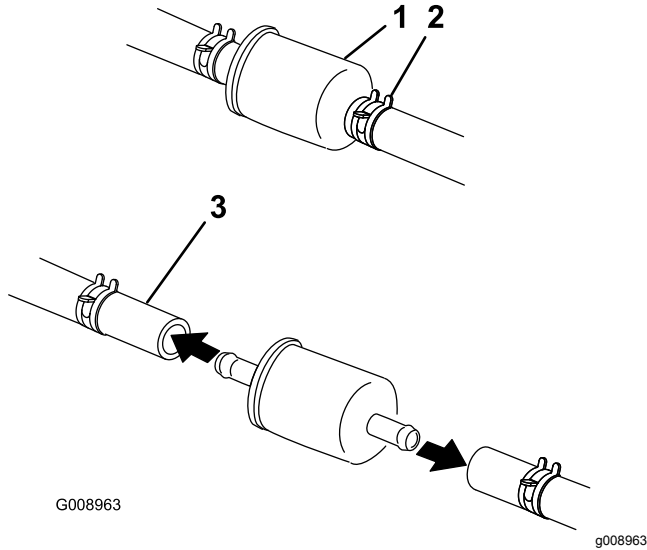

Figura 60
- Cierre la válvula de cierre de combustible, situada debajo del asiento (Figura 60).
- Apriete los extremos de las abrazaderas y deslícelas por la manguera alejándolas del filtro (Figura 60).
- Instale un filtro nuevo y acerque las abrazaderas al filtro (Figura 60).